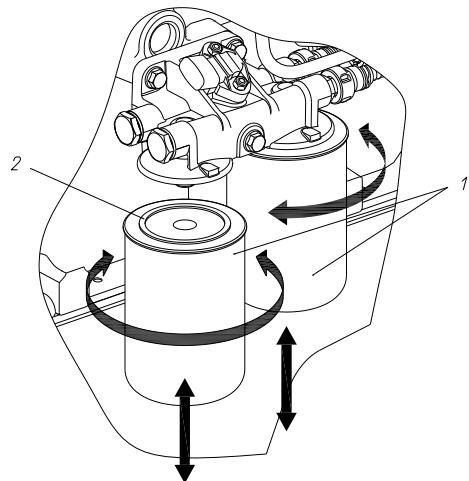

Рисунок 44. Снятие сменных фильтров для топлива:
2. Отвернуть сменный фильтр для топлива 1 (рис. 44). В случае затруднённого отворачивания фильтра использовать специальный съёмник.
3. Смазать уплотнительное кольцо 2 (рисунок 44а) нового сменного фильтра для топлива моторным маслом.
Рисунок 44а. Установка сменных фильтров для топлива: